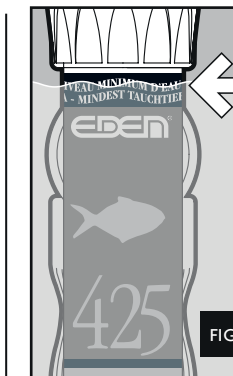

FIG. 1
- Der Regelheizer kann vollständig eingetaucht werden, aber muss mindestens bis zur Anzeige "MINDEST-TAUCHTIEFE" (Fig. 1) im Wasser sein.
- The heater must be submersed to at least the "MINIMUM WATER LEVEL" indication (fig. 1).
- The heater is fully submersible and for correct functioning it must be submersed at least till the "MINIMUM WATER LEVEL" mark (fig. 1).
- Le chauffage doit être immergé au minimum jusqu'à l'indication "NIVEAU MINIMUM DE L'EAU" (fig. 1).
- Le chauffe-eau est complètement submersible et pour fonctionner correctement il doit être immergé au moins jusqu'à repère "NIVEAU MINIMUM DE L'EAU" (Fig. 1).
- ♦ De staafverwarming moet minimaal tot het streep "MINIMUM WATER LEVEL" (afb. 1) onder water zitten.
Voor een ideale verdeling van de warmte is de staafverwarming op een plek te zetten, met een zo goed als mogelijk watercirculatie. Het moet verticaal het verwarmingselement richting aquarium bodem worden vast gezet. De staafverwarming kan volledig worden ondergedompeld maar moet minimaal tot het streep "MINIMUM WATER LEVEL" (afb. 1) onder water zitten.
- ♦ **El termocalentador se sumergirá como mínimo hasta la indicación "NIVEL MÍNIMO DE AGUA" (fig. 1).**
El termocalentador es completamente sumergible y agua que funcione correctamente se debe sumergir al menos hasta la marca "NIVEL MÍNIMO DE AGUA" (fig.1).
- ♦ **Il riscaldatore deve essere immerso almeno sino all'indicazione "LIVELLO MINIMO DELL'ACQUA" (fig. 1).**